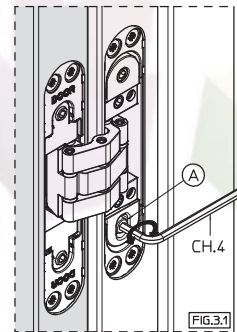

FIG.3.1
① **REGOLAZIONE VERTICALE**
Allentare la vite "A" su tutte le cerniere (fig.3.1). Procedere alla regolazione della cerniera superiore (1). Regolare la cerniera ruotando il grano "B" (fig.3.2), quindi serrare la vite "A" (fig.3.1). Ripetere la regolazione sulla cerniera inferiore (2) e successivamente sulla intermedia (3) in modo da distribuire il peso della porta su tutte le cerniere.
② **REGULACIÓN VERTICAL**
Alojar los tornillos "A" en todas las bisagras (fig. 3.1). Proceder con la regulación de la bisagra superior (1). Regular la bisagra girando el tornillo "B" (fig. 3.2), luego apretar los tornillos "A" (fig. 3.1). Repetir la regulación en la bisagra inferior (2) y sucesivamente en la intermedia (3), de forma que el peso de la puerta se distribuya uniformemente en las 3 bisagras.
③ **VERTIKALE JUSTIERUNG**
Schraube "A" auf allen Scharnieren lockern (Abb.3.1). Mit der Justierung des oberen Türbands beginnen (1). Das Türband justieren indem der Schraube „B“ (Abb.3.2) gedreht wird, anschließend Schraube „A“ festziehen. Die Justierung auf dem unteren Türband (2) wiederholen und folglich auf der mittleren (3), so dass das Türblattgewicht regelmäßig auf alle Türbänder verteilt wird.
④ **VERTICAL ADJUSTMENT**
Loosen screw „A“ on all hinges (fig.3.1). Proceed with the adjustment of the upper hinge (1). Adjust the hinge by rotating screw „B“ (fig.3.2), then tighten the screw "A". Repeat the adjustment on the lower hinge (2) and finally on the central hinge in the middle (3) so that the door leaf weight will be regularly distributed on all hinges.
⑤ **RÉGLAGE VERTICAL**
Ralentir vis "A" sur toutes les charnières (fig.3.1). Procéder avec le réglage de la charnière supérieure (1). Régler la charnière en tournant la vis "B" (fig.3.2), puis serrer la vis « A ». Répéter le réglage sur la charnière inférieure (2) et après sur celle en position intermédiaire de manière que le poids du vantail est distribué sur toutes les charnières.
⑥ **VERTIKALE REGELING**
Los de schroeven A op iedere scharnier (fig 3.1). Begin met het bovenste scharnier (1) na te regelen dmv de schroeven B (fig 3.2), span de schroeven A terug aan. Herhaal deze stappen op het onderste scharnier (2) en vervolgens op het middelste (3) zodat het gewicht van het deurblad mooi verdeeld wordt over alle scharnieren.